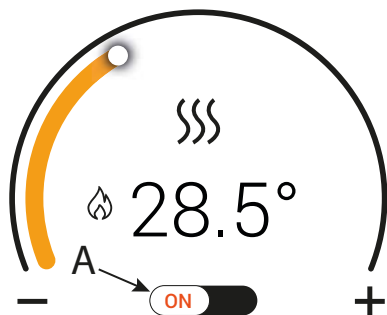
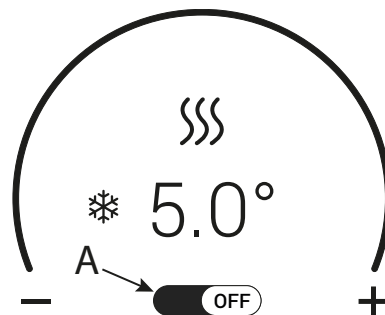

рис. 4- Функция отопления активна
рис. 5- Функция отопления не активна
Используя переключатель "А" (рис. 4 и рис. 5), можно подключить (ON) или отключить (OFF) режим отопления.